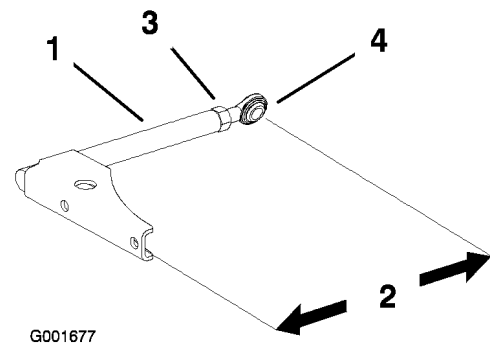

Figura 52
2. Ajuste cada lado en la misma cantidad. Cada brazo de empuje debe tener una longitud nominal de 34 cm con un giro de 15 grados (Figura 52).
1. Afloje la contratuerca y gire la articulación esférica en el sentido contrario a las agujas del reloj, una vuelta cada vez (Figura 52).